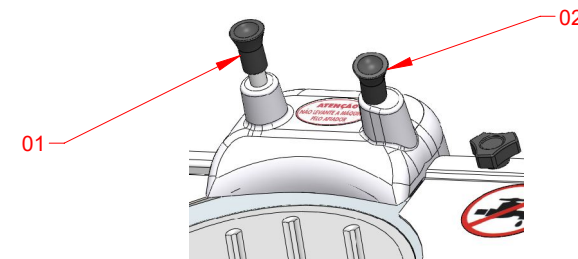

Figura 05
- 2.4.3 Ligue a máquina pressionando o botão verde (LIGAR) (02), quando a lâmina estiver girando, puxe o pino do rebole (02, figura 05) para cima, a lâmina deve ser afiada por baixo por aproximadamente 5 segundos. Após a afiação, aperte o pino superior do rebole (01, figura 05) para que ele retire a rebarba de cima da lâmina;